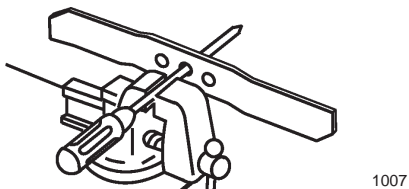

Bild 27
1. Kontrollieren Sie die Wucht des Messers, indem Sie das mittlere Loch im Messer über einen Nagel oder einen Schraubenzieherschaft hängen, den Sie horizontal in einen Schraubstock einklemmen (Bild 27).